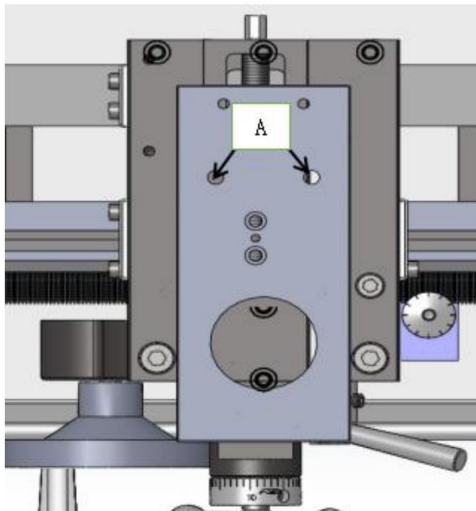

Fig. 36
2. Afloje el tornillo moleteado (B, Fig.36) y abra la tapa deslizante. dedos. (C, Fig.31) hasta que la luneta se pueda mover con su dedo alrededor de la pieza de trabajo. Fije la luneta en su posición.
Lubrique los dos puertos de aceite (A, Fig. 36) con aceite de máquina 20W una vez al día.